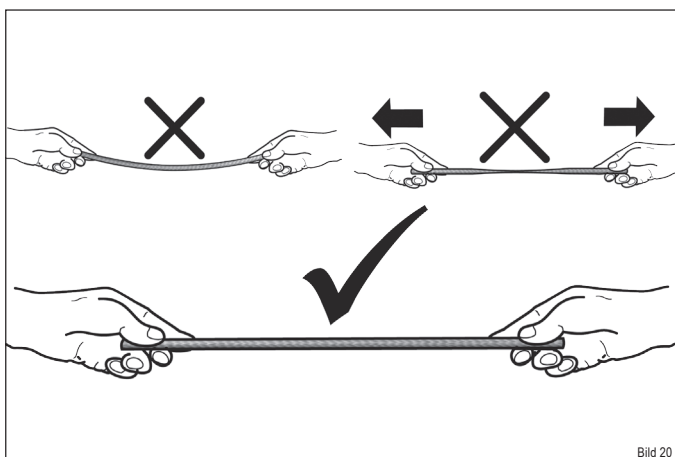

Bild 20
- ▶ **Achten Sie beim Verlegen der Dichtung darauf, dass diese nicht durchhängt und leicht gestaucht wird (Bild 20).**